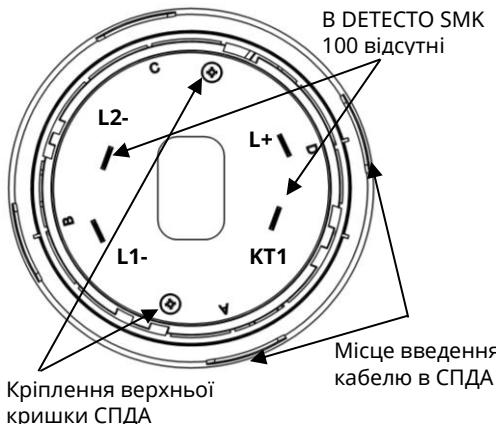
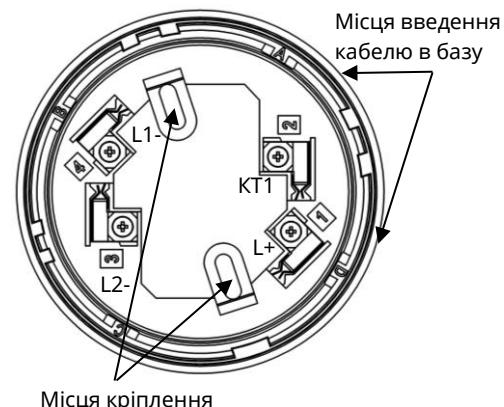

Рисунок 1 – Вигляд СПДА з боку контактів
Рисунок 2 – Розташування клем на базі СПДА
- 2)викрутити 2 шурупи з боку контактів на корпусі сповіщувача (рис. 1) і зняти верхню кришку;
L2-	Клема підключення мінусового дроту AI. В СПДА DETECTO SMK100 ця клема відсутня (рис.1)
KT1	Клема для підключення ВПОС. В СПДА DETECTO SMK100 ця клема відсутня (рис.1)
- 2) встановити базу на рівній поверхні, прикріпити шурупами або гвинтами згідно рис. 2, після затягування яких база не повинна бути деформована.
- 3) закріпіти дроти AI в гвинтових клемах бази відповідно до рис. 2 і таблиці 1. В базі СПДА DETECTO SMK110 чотири клеми, в СПДА DETECTO SMK100 – дві клеми;
4.3 Для випадків, коли кабель всередину бази заводять збоку, в самій базі та в кришці СПДА передбачені вікна, потрібні з яких вирізають. Ці вікна промарковані літерами «A», «B», «C», «D» (рис.1, рис.2).